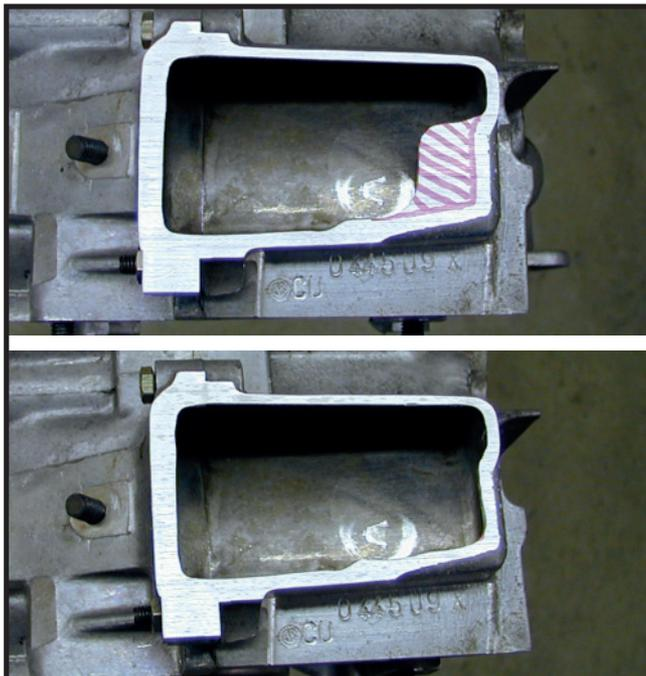

Fig.8
- The surface for the alternator stand need top be machined 132.5 mm above crankshaft center. (Fig.8)
- The excessive material that remains in the mounting area need to be removed with an air grinder or similar. Make sure the sealing area remains large enough. (see Fig. 8)
- Nach dem Planen der Dichtfläche auf das STD Maß 132,5mm (Abstand Kurbelwellenmitte-->Oberkante Dichtfläche) wird ein überstehender Teil der entstandenen Fläche mit einem Druckluftfräser entfernt. Hierbei ist darauf zu achten, dass eine ausreichend große Dichtfläche stehen bleibt (siehe Fig. 8)